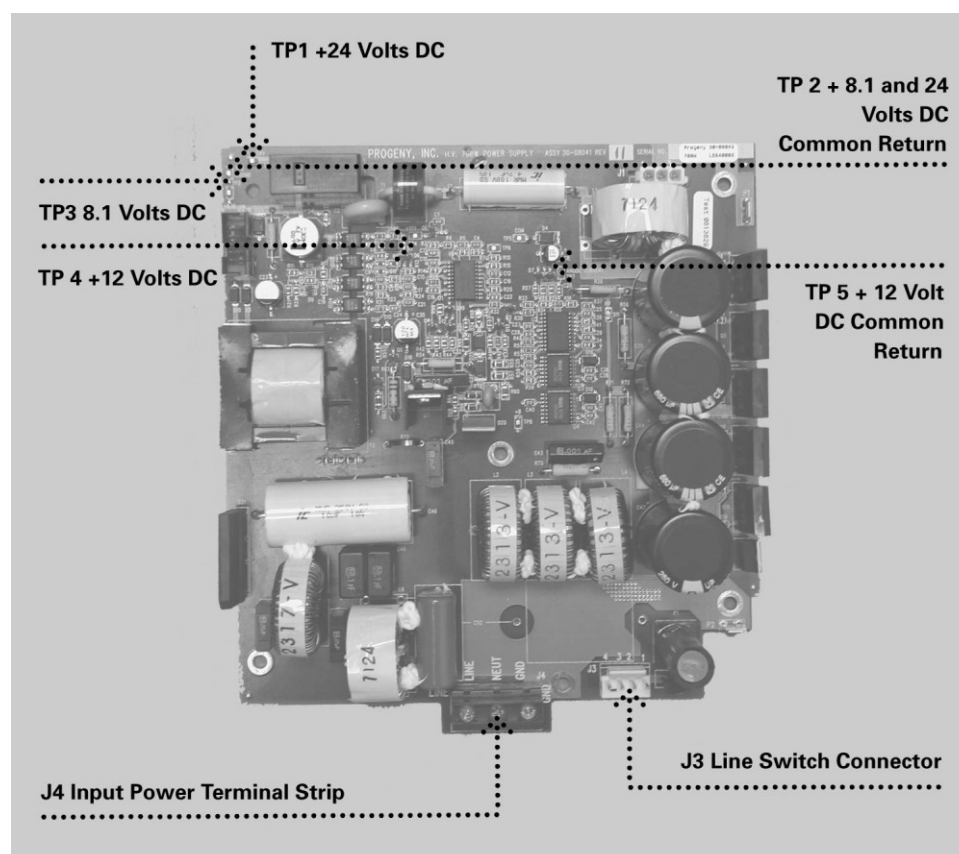

Рисунок 41
1. Проверьте плату питания 30-08041 на наличие переменного тока 100-230 В в точке J4 терминала входящего питания, как показано на Рисунок 41. Если питание отсутствует, проверьте, чтобы рентгенаппарат Preva был подключен к линии питания.
2. На плате питания 30-08041, измерьте входящее электропитание в точке J3, разъем линейного переключателя, Рисунок 41. Точки 2 и 4 несут линейное напряжение до линейного переключателя, а точки 1 и 3 несут линейное напряжение после линейного переключателя. При наличии напряжения на входящей стороне переключателя и отсутствии его на выходе необходимо заменить линейный переключатель E1-19000.
6. На плате питания используйте TP2 как общую контрольную точку и проверьте TP1 +24 volts DC (+24В постоянного тока) и TP3 8.1 volts DC (8,1В постоянного тока), как показано на Рисунок 41. Затем используйте TP5 как общий возврат для проверки TP4 на наличие +12 volts DC (+12В постоянного тока). При отсутствии какого-либо показателя напряжения замените плату питания. Если присутствуют все показатели, проверьте состояние ленточного кабеля между платой питания и контрольной платой питания. Если кабель целый и хорошо сидит, замените контрольную плату питания.